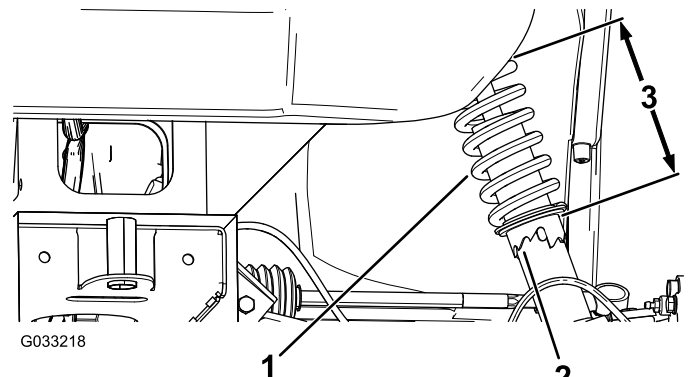

図 44
2. キャンバの調整が必要な場合には、スパナレンチでショックアブソーバのカラーを回してホイールを整列させる 図 44。